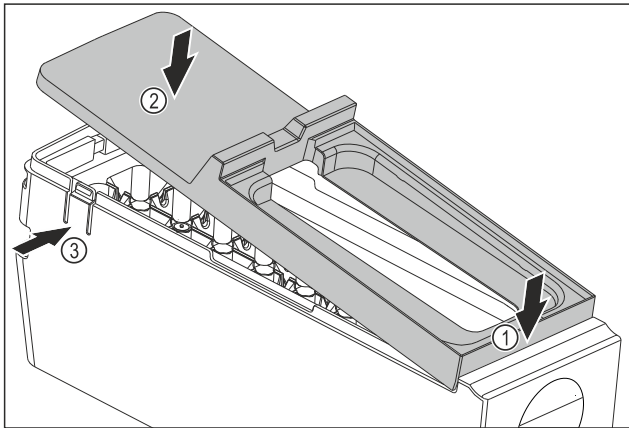

Fig. 124
- ▶ Montáž krytu korpusu EasyTwist-Ice: Nasadte kryt na přední stranu. Fig. 124 (1)
- ▶ Spusťte kryt vzadu dolů. Fig. 124 (2)
- ▶ Kryt slyšitelně zaklapne v obou lamelách Fig. 124 (3).